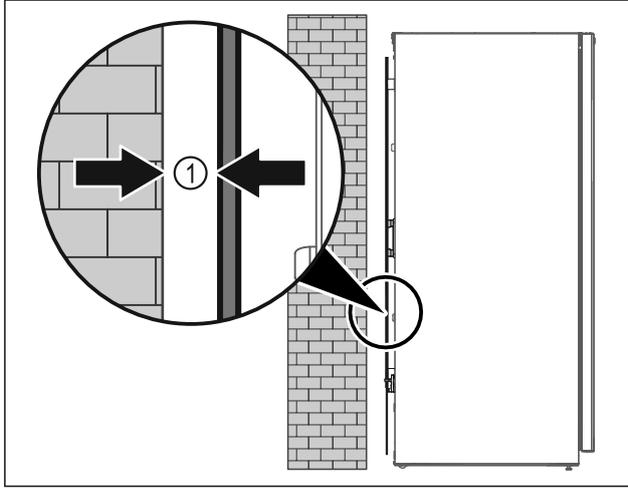

Fig. 6
- ▶ Placer l'appareil soit librement dans la pièce, soit directement contre un mur en respectant une distance minimale de 5 mm Fig. 6 (1).